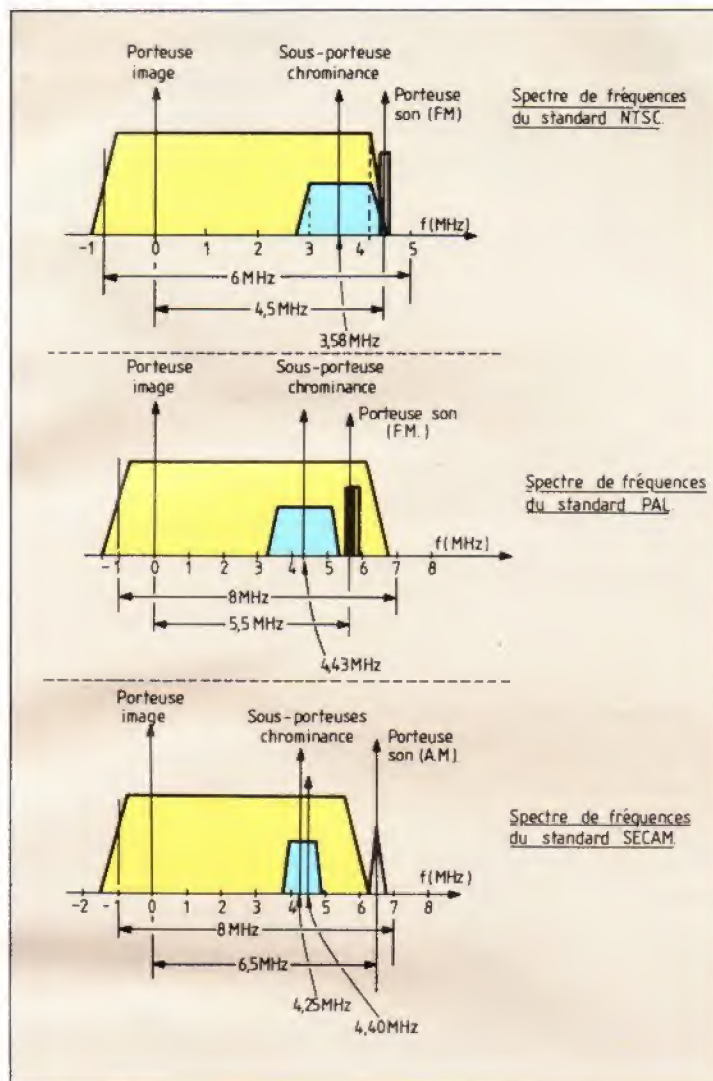

Fig. 2. Spectre de fréquences des trois standards de TV couleur, NTSC, PAL et SECAM.
Fig. 2. - Principe de l'enregistrement des signaux de luminance (Y) et de chrominance (C) dans les formats VHS et Vidéo-8 et S-VHS et Hi-8. Dans le premier cas, les signaux de luminance sont coupés à 3,5 MHz, tandis que dans le second, ils atteignent 5 MHz. Dans les formats VHS et Vidéo-8, ces deux signaux sont multiplexés alors que dans les formats S-VHS et Hi-8, ils sont traités séparément.